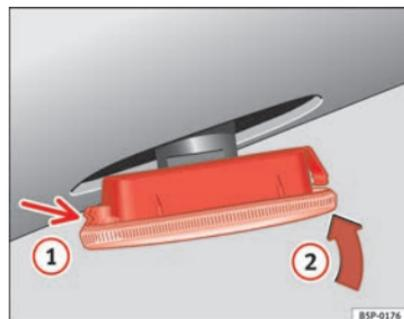

Fig. 196 Clignotant latéral
- Posez d'abord le clignotant dans le trou de la carrosserie, en emboîtant les languettes ⇒ fig. 196, flèche ①.
- Emboîtez l'ampoule comme indiqué sur la flèche ② ⇒ fig. 196. ■